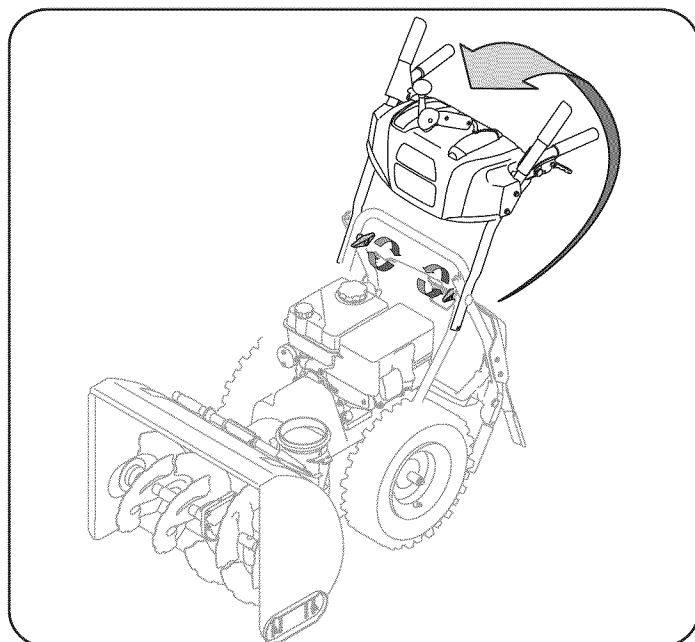

Figura 1
- a. Coloque la palanca de cambios en la posición de avance (F) 6.
- b. Tire hacia arriba y hacia atrás de la manija superior, tal y como se muestra en la figura 1. Cuando usted levanta el mango hacia arriba, asegúrese que ambos finales del cable de centro son colocados correctamente en los soportes. Alinee la manija superior con la manija inferior.